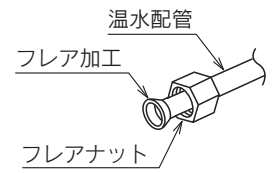

図3
4. 機器からはずしたフレアナットに温水配管(φ9.52)を通し、フレア加工します。(図3)